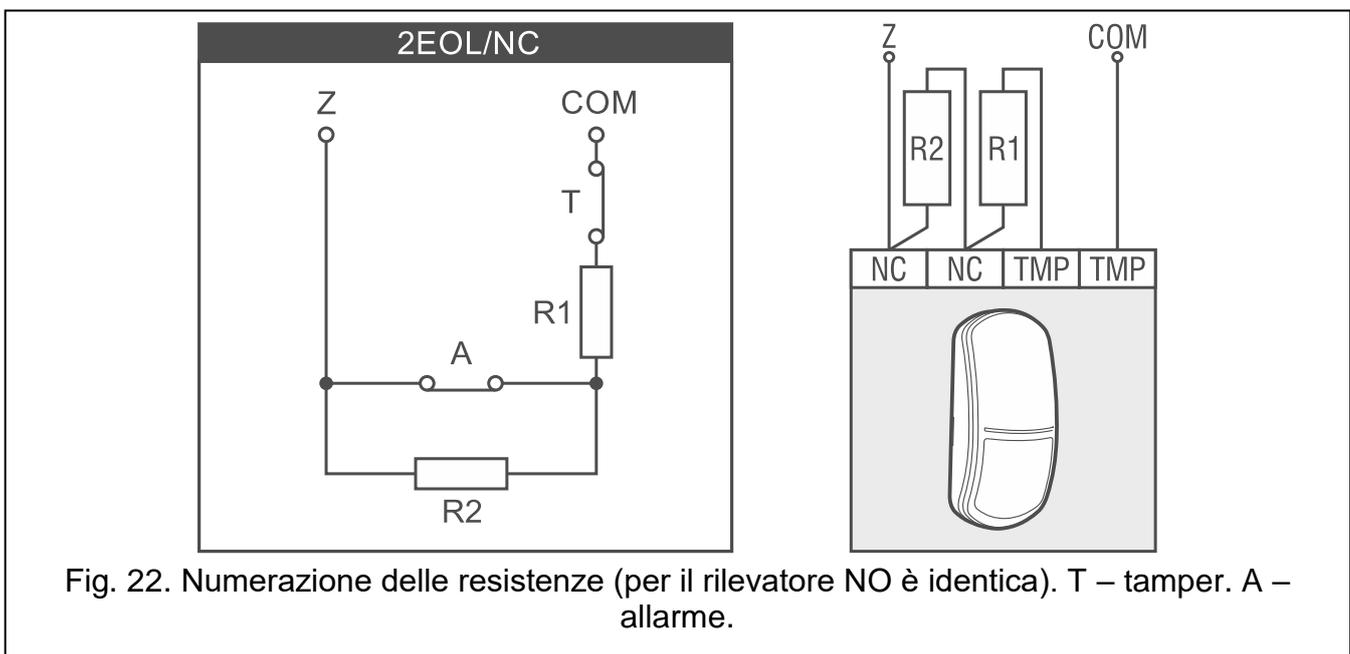

Fig. 22. Numerazione delle resistenze (per il rilevatore NO è identica). T – tamper. A – allarme.
**R1** – valore del resistore R1 (vedi fig. 22). È possibile programmare valori tra 500 Ω e 15 kΩ. Di fabbrica: 1,1 kΩ.
**R2** – valore del resistore R2 (vedi fig. 22). È possibile programmare valori tra 500 Ω e 15 kΩ oppure 0. Se viene inserito 0, per la configurazione 2EOL (doppio bilanciamento) occorre utilizzare due resistori di valore uguale alla metà del valore definito per R1, ma non minore di 500 Ω). Di fabbrica: 1,1 kΩ.